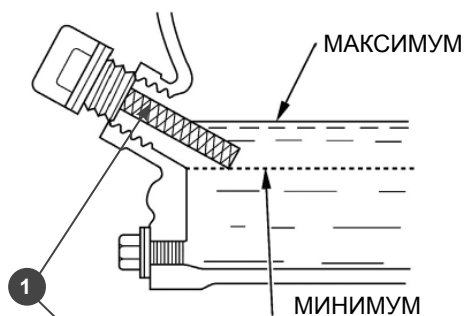

Рис.3
3. Извлеките щуп (1) Рис.3 и протрите его чистой тряпкой. Установите его, не кручивая, в маслозаливную горловину.